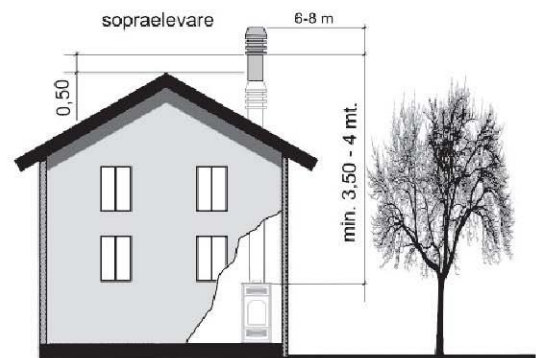

Fig.4
- Le terminal de cheminée doit être placé de façon à garantir une dispersion et une dilution appropriées des produits de la combustion et dans tous les cas hors de la zone de reflux. Cette zone a des dimensions et des formes différentes en fonction de l'angle d'inclinaison de la couverture, c'est pourquoi il s'avère nécessaire d'adopter les hauteurs minimum reportées sur les figures 4 et 5.
- Le terminal de cheminée devra être de type anti-vent et dépasser la hauteur du sommet fig.4 et fig.5.
- Des fabrications éventuelles ou d'autres obstacles dépassant la hauteur du terminal de cheminée ne devront pas être placés derrière le terminal de cheminée même (fig.4).